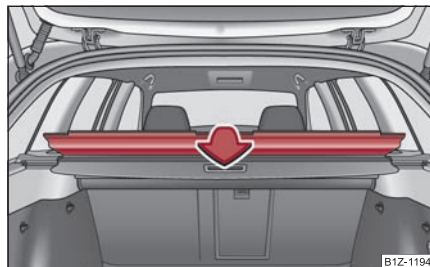

Fig. 104 Rabatarea capucului compartimentului de depozitare
- Rabatați capacul în spatele scaunelor din spate ⇒ fig. 104.